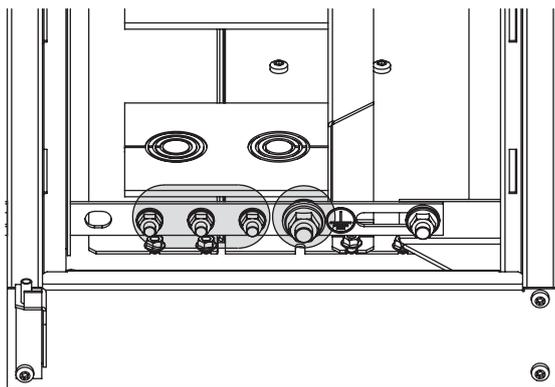

Figura 118. Posizioni dei cavi di terra
Ogni unità è provvista di sbarre di terra che corrono longitudinalmente nella parte anteriore inferiore dell'unità. Queste sbarre devono essere collegate come indicato nel capitolo 4.3.1. Il sistema di messa a terra della stazione deve essere collegato all'unità terminale del quadro. Se il quadro è costituito da più di 8 unità, si consiglia di collegare il sistema di messa a terra della stazione ad entrambe le unità terminali. La figura 118 mostra il punto di collegamento a terra esterno della stazione all'interno dell'unità. Tutte le apparecchiature sono collegate alla sbarra di terra tramite l'involucro del quadro. L'interconnessione fra le unità è in grado di sostenere la corrente di breve durata nominale e la corrente di cresta per il circuito di messa a terra.
d) I cavi di messa a terra possono essere montati con bulloni, come mostra la figura 118. Il bullone M12, contrassegnato con il simbolo di terra, è riservato al sistema di messa a terra esterno della stazione, gli altri bulloni M10 (3 pz.) alle guaine dei cavi o ad altri sistemi di messa a terra.